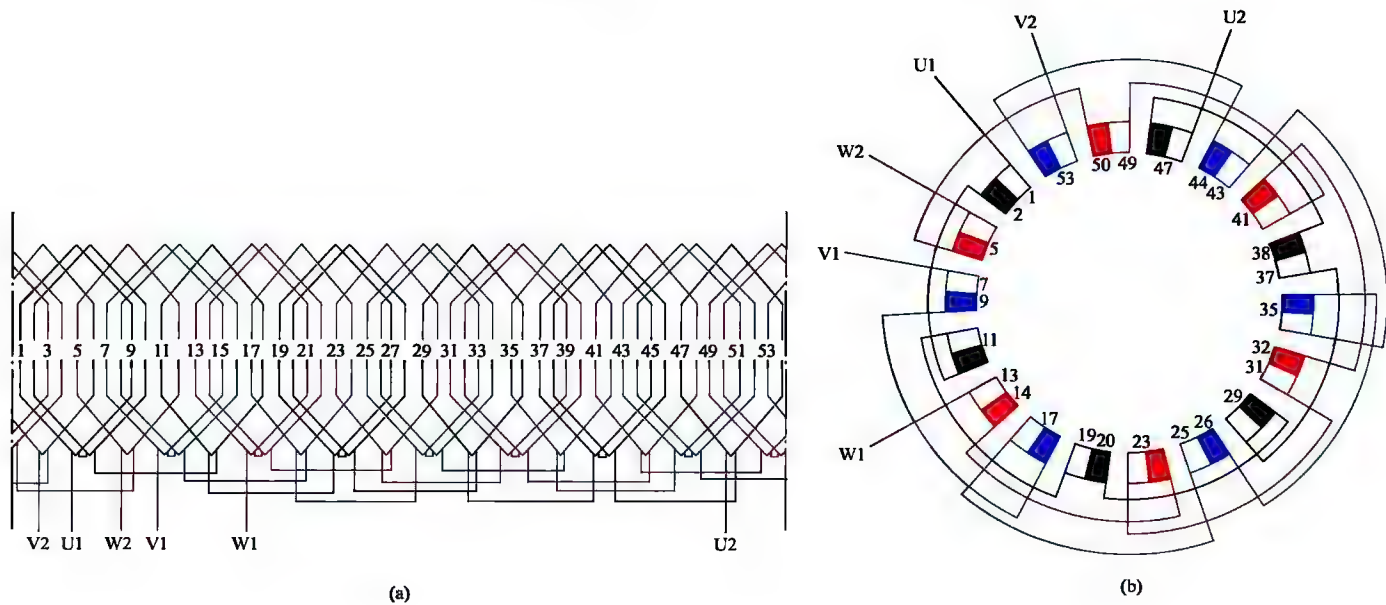

图 1-64 三相 6 极 54 槽单层交叉式绕组 1 路接法
64. 三相 6 极 54 槽单层交叉式绕组 1 路接法展开图与接线圆图 (见图 1-64)